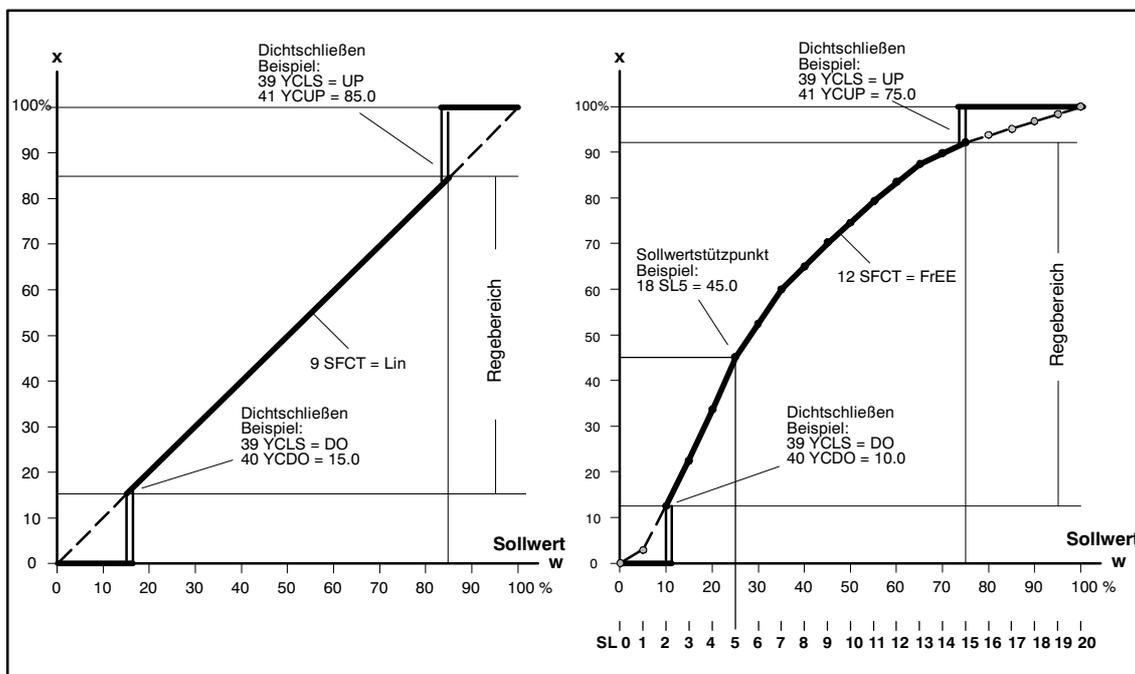

Bild 4-9 Sollwertkennlinien, Stellgrößennormierung und Dichtschließfunktion
12.SFCT Sollwertfunktion (siehe Bild 4-9, Seite 102)
13.SL0 bis 33.SL20 Sollwertstützpunkte (siehe Bild 4-9, Seite 102)
Stellgrößenbegrenzung Anfang (siehe Bild 4-9 und 4-10)
Stellgrößenbegrenzung Ende (siehe Bild 4-9 und 4-10)
Stellgrößennormierung (siehe Bild 4-9 und 4-10)
Stellgrößendichtschließen (siehe Bild 4-9, Seite 102)
Mit dieser Funktion kann das Ventil mit der maximalen Stellkraft des Antriebs (Dauerkontakt der Piezovenile) in den Sitz gefahren werden. Die Dichtschließfunktion kann einseitig oder für beide Endlagen aktiviert werden. YCLS wird wirksam, wenn sich der wirksame Sollwert unterhalb von YCDO bzw. oberhalb von YCUP befindet (siehe Bild 4-9, Seite 102).